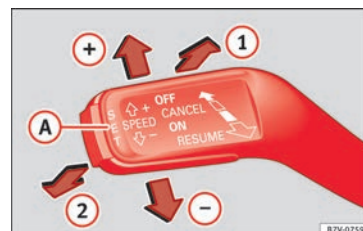

Bild 46 Till vänster om rattstäng: Knappar och reglage för användning av farthållarsystemet
- Slå på farthållaren: flytta spaken till **ON** ① » **bild 46**. Systemet slås på men det kontrollerar inte hastigheten eftersom ingen hastighet har programmerats in.
- Aktivering av farthållaren: tryck på **SET**-knappen **(A)** » **bild 46**. Den memorerar och bibehåller den aktuella hastigheten.
- Stänga av farthållarsystemet tillfälligt: flytta spaken till **CANCEL** ② » **bild 46** och släpp den eller tryck ner broms- eller kopplingspedalen. Farthållarsystemet stängs av tillfälligt.
- Omaktivera farthållaren: flytta spaken till **RESUME** ① » **bild 46** och släpp den. Den memoriserade hastigheten sparas och kontrolleras igen.
- Stänga av farthållaren: flytta spaken till läge **OFF** ② » **bild 46**. Systemet kopplas från och den memorerade hastigheten raderas.